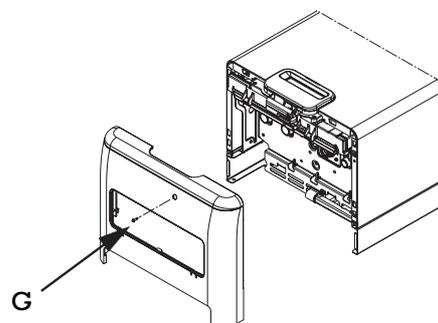

Fig. 3.8c
- Dévisser la vis de fixation **G** du cache tuyauterie (fig. 3.8c)